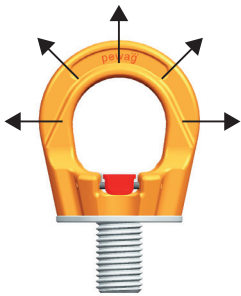

Bild 1: erlaubte
Belastung: Tragfähigkeit lt. Prüfzeugnis bzw. Tragfähigkeitstabelle in den angegebenen Zugrichtungen – siehe Bild 1
- Belastung darf nur in der vorgegebenen Richtung (siehe Bild 1) mit der Tragfähigkeit lt. Tabelle erfolgen.
Sperre in Pos.1, keine Berührung mit der Schraube (Bild 1)
- Zugrichtung nicht im vorgegebenen Bereich lt. Bild 1 liegt